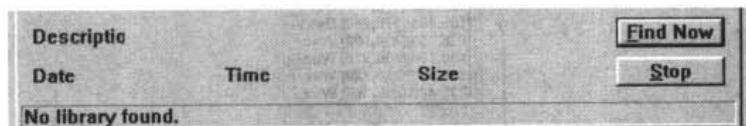

图 4-13 查找不到元件
- (3) 设置完成后，按一下 Find Now 按钮，即开始查找。若没有找到指定的元件，则在对话框中的 Searching Library 选项区域中将显示如图 4-13 所示的信息。